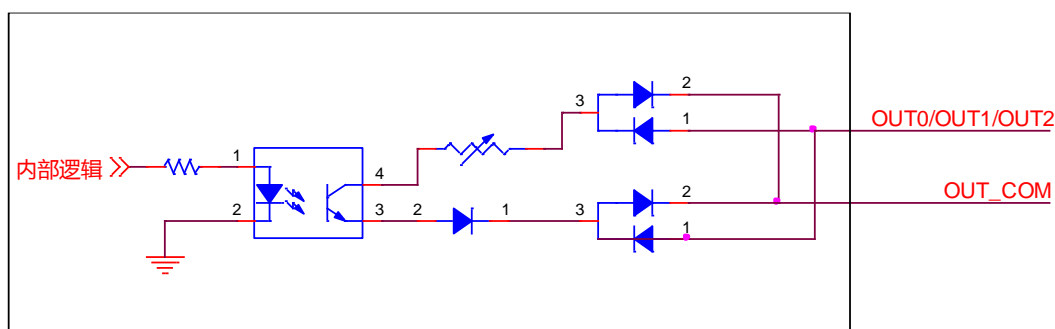

图1-4 I/O 输出接线
- I/O 接口的输出为开路输出：接入电压范围 5~30V，电流不能超过 200mA，如图 1-4 所示。